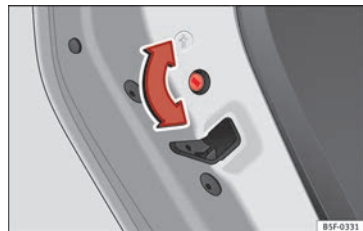

Bild 135 Barnsäkert lås på vänster dörr.
- Med dörren öppen, vrid spåret i dörren med tändningsnyckeln, medurs för vänsterdörrar » **bild 135** och moturs för högerdörrar.
- Med dörren öppen, vrid spåret i dörren med tändningsnyckeln, moturs för vänsterdörrar » **bild 135** och medurs för högerdörrar.